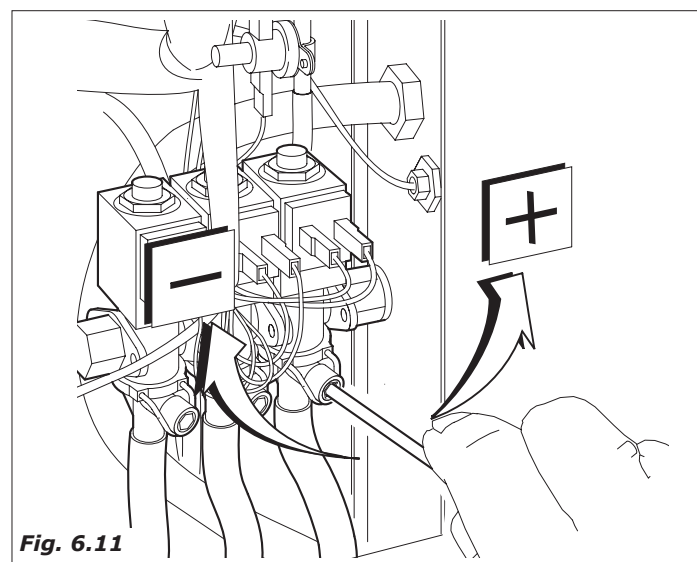

Fig. 6.11
- Per ottenere un buon risciacquo delle coppette agire eventualmente sulla vite di portata controllando poi l'attendibilità delle dosi (Fig.6.11).